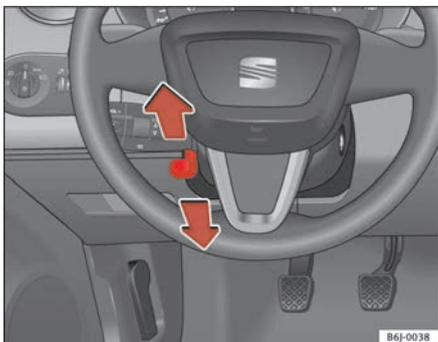

Fig. 93 Ajuste de altura del volante
- Tire hacia abajo de la palanca ⇒ fig. 93 situada debajo de la columna de dirección ⇒ ⚠.
- Ajuste el volante hasta alcanzar la posición deseada ⇒ fig. 93.
- Ajuste el asiento del conductor o el volante de modo que quede una distancia mínima de 25 cm entre el volante y el tórax ⇒ fig. 93. ¡Si no respeta la distancia mínima, el airbag no le protegerá adecuadamente y corre peligro de muerte!